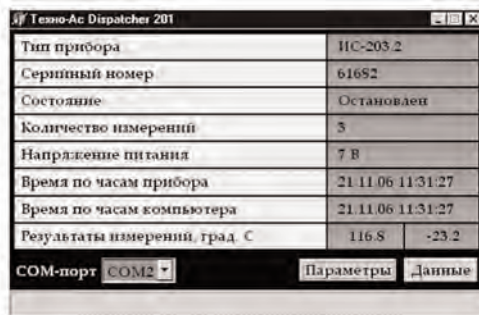

Рис.6
4.7 Переключателем "COM-порт" выбрать номер порта, по которому будет осуществляться связь с прибором. При этом в главном окне программы Dispatcher201 должна появиться информация о приборе, как показано на рис. 6. Если поля остались пустыми - требуется проверить правильность подключения прибора и выбора номера COM-порта.
-Нажать на кнопку "Данные" (рис.6). Программа выведет окно, показанное на рис. 8.